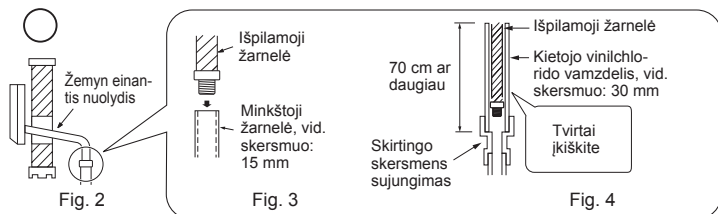

Fig. 2
- Išpilamoji žarnelė turi būti nukreipta žemyn, kad srovė tekėtų lengvai. (Fig. 2)